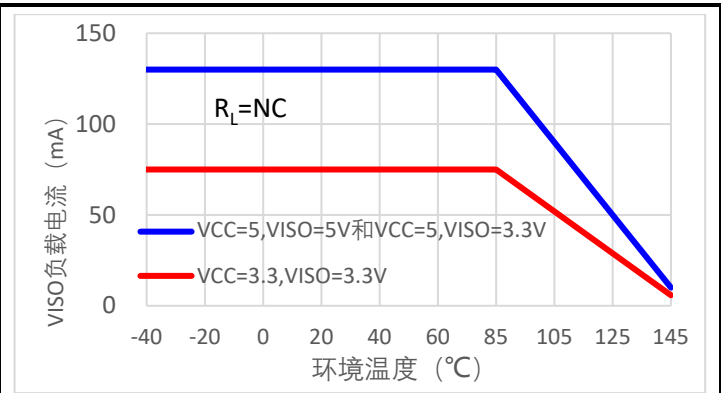
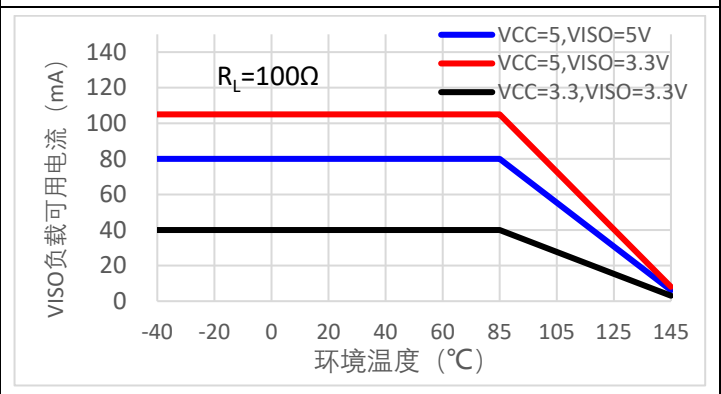
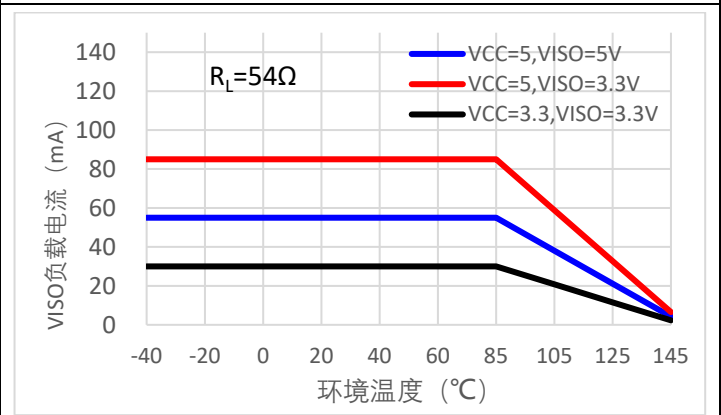

图 7.10-14
图 7.10-16
图 7.10-18
1. $DE = V_{CC}$ , $\overline{RE} = 0V$ , $DI = 0V$ 或 $V_{CC}$ ; 当 $T_A > 85^\circ C$ 时, 最大负载可用电流应适当降低, 可参考图 7.10-14、图 7.10-16 和图 7.10-18;
表 9-4 列举了器件在常温下不同输出隔离电压和 A、B 之间接不同负载电阻时最大负载可用电流。当输出电压  $V_{ISO}$  为 5V 时, 若总线 A 和 B 之间接入 54Ω 电阻, 此时总线端自身消耗的负载电流约为 75mA,  $V_{ISO}$  输出电压最多可以外供 55mA 电流。需要注意的是, 上述电流是在常温 ( $T_A = 25^\circ C$ ) 下的数据, 当温度超过  $85^\circ C$  时, 最大负载可用电流以应适当降低, 请在应用的时候加以考虑, 详细参考图 7.10-14、图 7.10-16 和图 7.10-18 关于最大负载可用电流随器件环境温度变化的曲线。